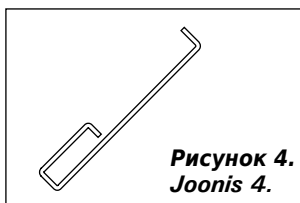

Рисунок 4.
- Внимание! При эксплуатации ручки нагреваются. Для открывания и закрывания дверцы топки и зольника используйте поставляемое приспособление (рисунок 4).**